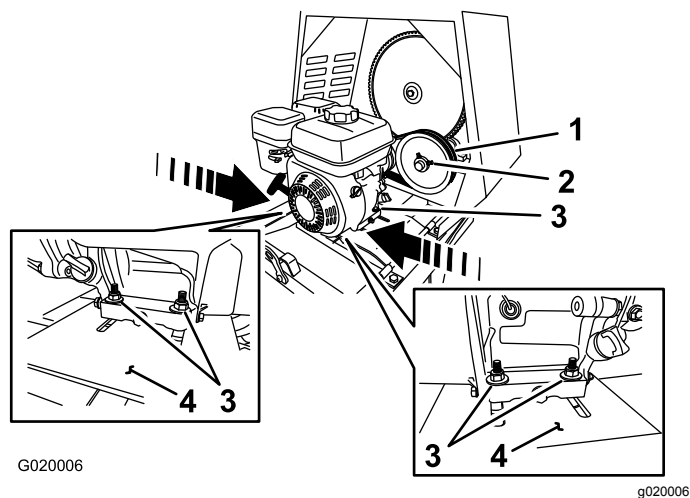

Figure 63
- B. Desserrez les écrous et boulons qui fixent le moteur au plancher moteur (Figure 63).
- **Pour accroître l'entrefer – éloignez** le moteur de la poulie de tension (Figure 63).
- **Pour réduire l'entrefer – rapprochez** le moteur de la poulie de tension (Figure 63).